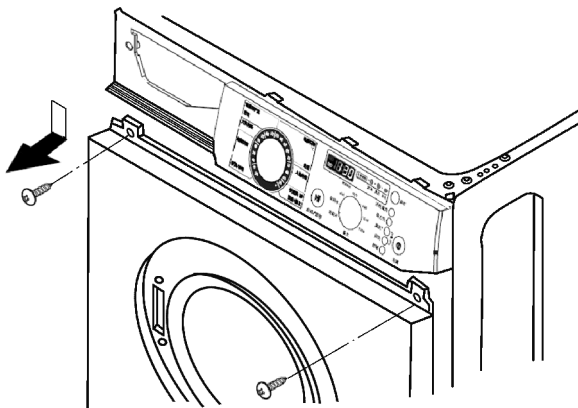

图 3-51 拆下外箱体盖螺钉
2) 如图 3-51 所示，拆开控制面板，然后拆下外箱体上边和下边的所有螺钉。